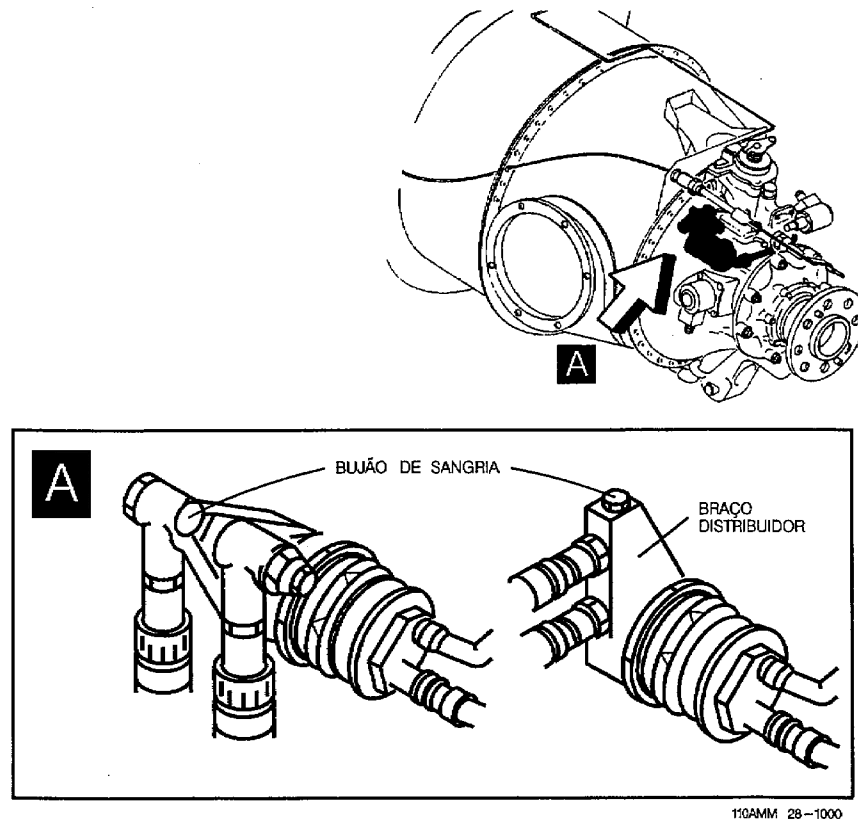

Figura 5-7A. Sistema de Indicação de Torque
2. Retire o bujão de sangria do braço distribuidor do transmissor de torque (Veja a figura 5-7A).